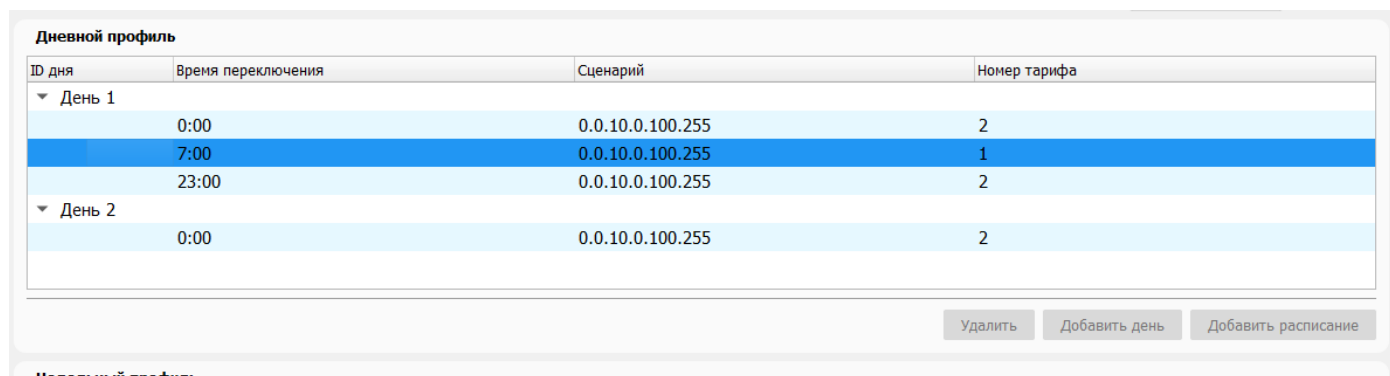

Рисунок 45
– в соответствии с требуемым тарифным расписанием добавить расписание с выбором номера тарифа (рисунок 45):